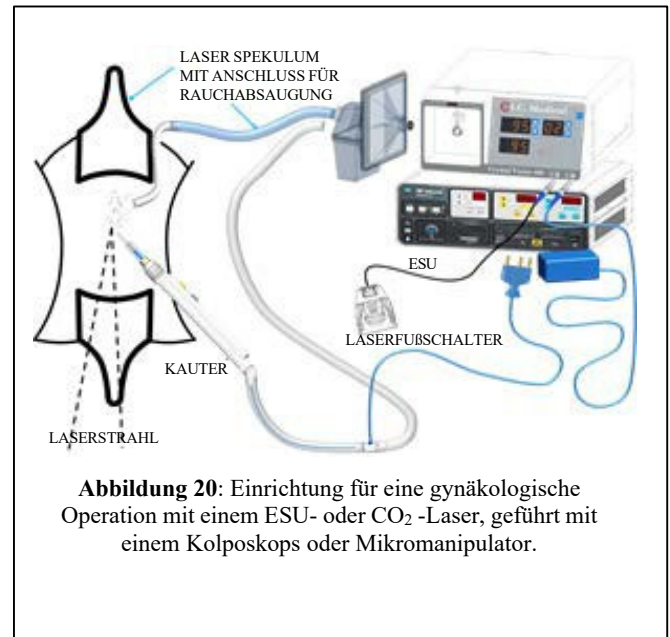

Abbildung 20: Einrichtung für eine gynäkologische Operation mit einem ESU- oder CO₂-Laser, geführt mit einem Kolposkops oder Mikromanipulator.
3. Siehe Abbildung 20 für die Einrichtung.